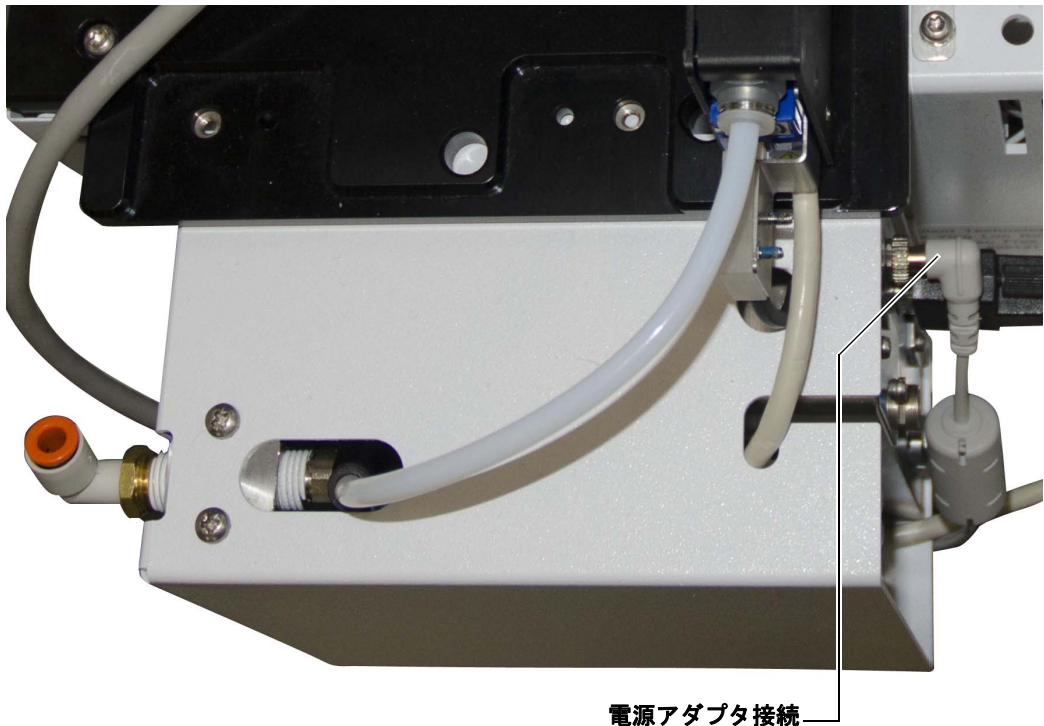

図 63 取り付けられた電源アダプタ
- 1 電源アダプタのコネクタ端を電子機器モジュール上のコネクタに図 63 に示すように挿入します。